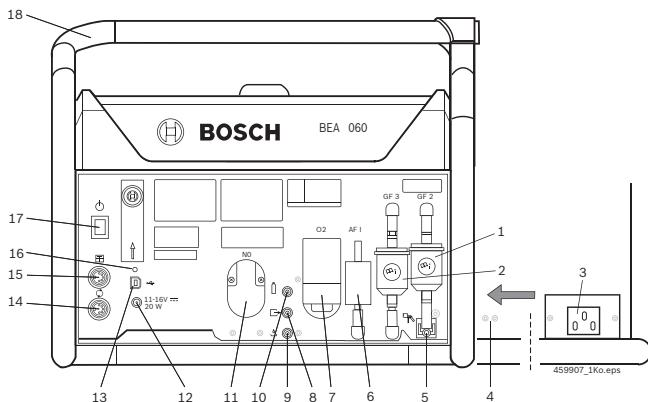

Abb. 1: BEA 060
! BEA 060 kann auch über die Fahrzeugbatterie mit der Anschlussleitung Zigarettenanzünderbuchse (Sonderzubehör) mit Spannung versorgt werden (Anschluss siehe Abb. 1, Pos. 12).
- Netzanschlussleitung am BEA 060 einstecken und mit Kabelbinder zur Zugentlastung Netzanschlussleitung an den Bohrungen (Abb. 1, Pos. 4) befestigen.
→ LED (Abb. 1, Pos. 16) blinkt abwechselnd Orange und Grün.
→ LED (Abb. 1, Pos. 16) geht aus, BEA 060 ist ausgeschaltet.